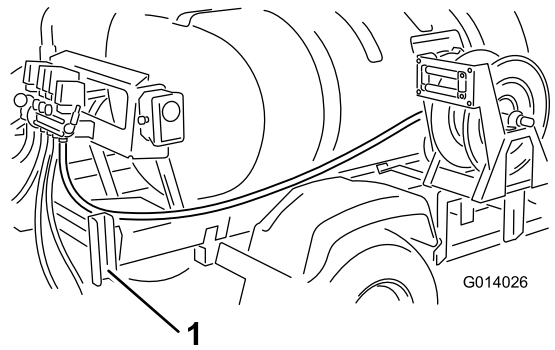

图12
6. 沿着药缸滑移架向后布置软管，使其位于喷洒臂支撑槽（图12）内侧的右后挡板内。
7. 在安装机架周围布置软管，一直通到先前安装的软管卷阀（图12）上的宝塔式开口。